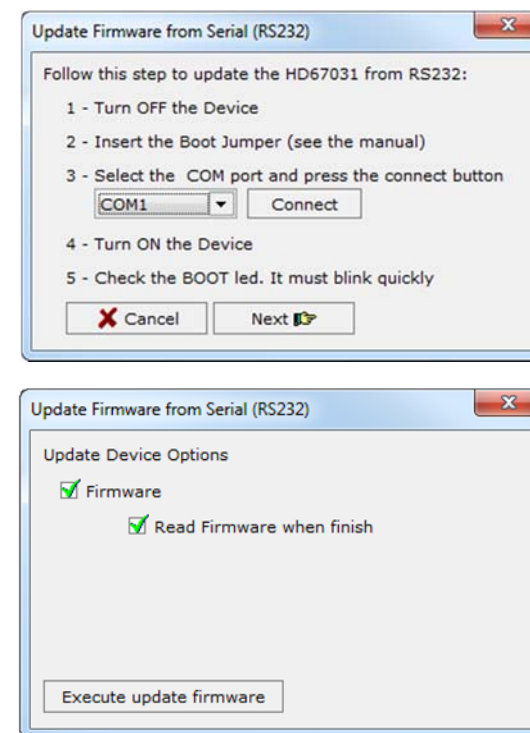

Abb. 10: Geräteupdate über serielle Schnittstelle
- Wählen Sie aus, welche Operationen Sie durchführen wollen (siehe Abb. 10).